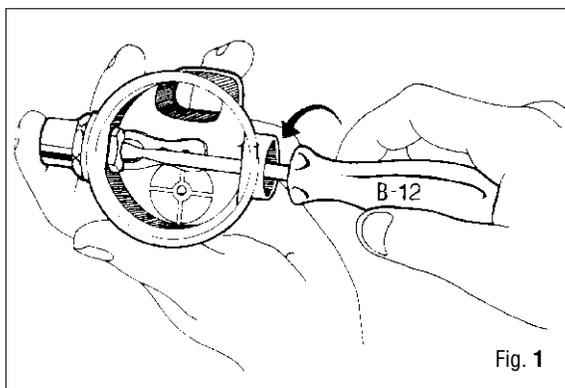

Fig. 1
13. Extraiga de la caja de la 2ª etapa (32,) la membrana (36) con el anillo de retención de la membrana (78) y el separador encauzador (90).
14. Destornille el tapón de cierre (64) usando la llave hexagonal (B-8).
15. Desmonte el OR (72) del tapón de cierre.
16. Empuje presionando ligeramente hacia el interior de la caja de la 2ª etapa el casquillo roscado (87) y desmonte el OR (83) de su asiento en la caja de la 2ª etapa.
17. Con la llave especial (B-12) destornille la tuerca de regulación (33) desde la varilla de la válvula de la 2ª etapa (30), quitando la leva de regulación (35), la arandela (34) y el muelle (31) (Fig. 1).